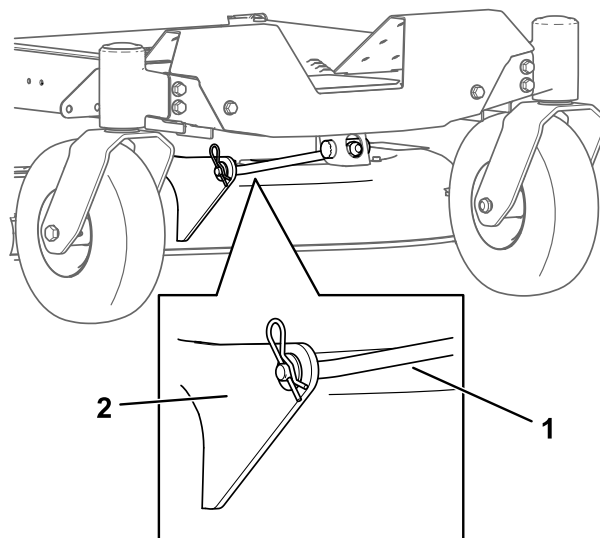

Bild 71
5. Entfernen Sie den Splint von der vorderen Stützstange und nehmen Sie die Stange aus der Mähwerkhalterung (Bild 71).
8. Befestigen Sie die vordere Stützstange mit den Lastösenbolzen und Splints am Mähwerk (Bild 71).